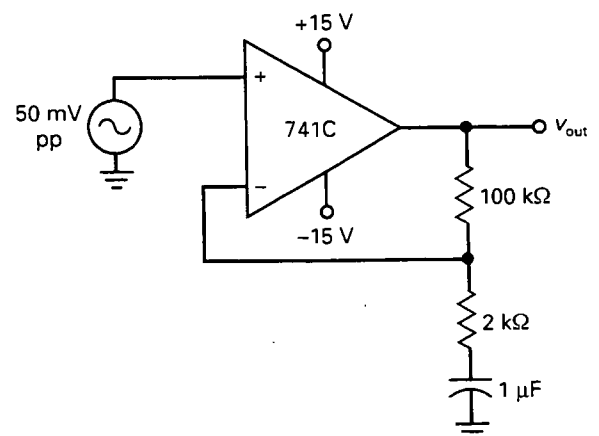

Figura 18-37
- 18-28. Los parámetros para el peor caso en un 741C son: $I_{in(polarización)} = 500\text{ nA}$, $I_{in(offset)} = 200\text{ nA}$ y $V_{in(offset)} = 6\text{ mV}$. ¿Cuál es la tensión de offset de salida total en la Figura 18-37?
- 18-29. En la Figura 18-37 la señal de entrada tiene una frecuencia de 1 kHz . ¿Cuál es la tensión alterna de salida?
- 18-30. Si se cortocircuita el condensador de la Figura 18-37, ¿cuál es la tensión de offset de salida total? Utilice los parámetros para el peor caso dados en el Problema 18-28.